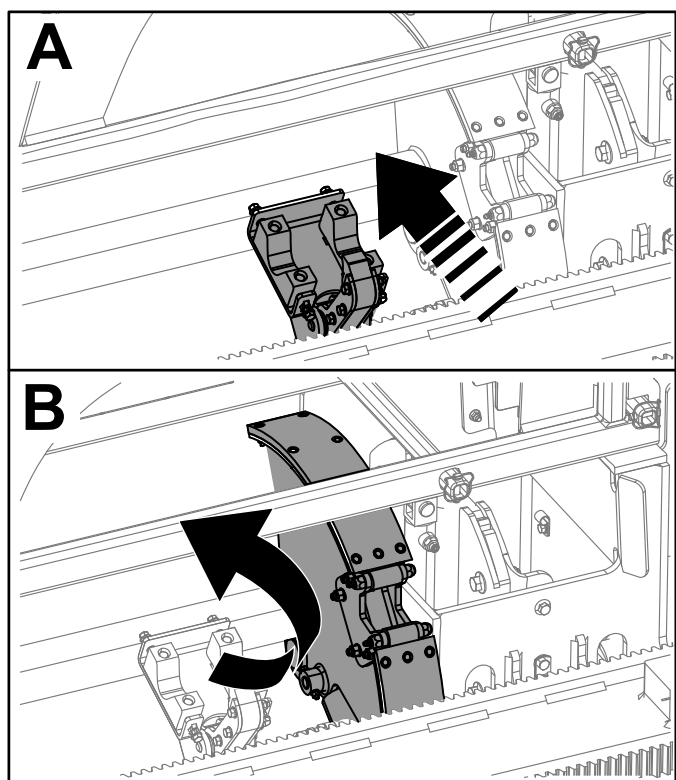

Figura 40
11. Pressione a parte inferior do seletor basculante (Figura 39) até que os braços do carregador sejam rotacionados de volta e o conjunto do came retorne à posição inicial (fileira 4) (Figura 40).